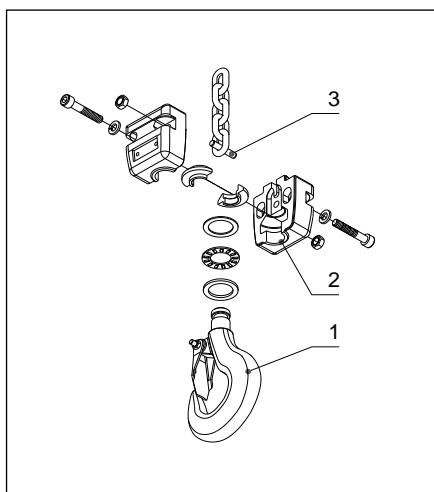

Abb. 20
2-strängiger Betrieb: Lastseitiges Kettenende mit dem Kettenhalter (3) verbinden und in der Führungsschiene des Gehäuses fixieren. Unterflasche (1) mit Lasthaken (2) gemäß Abb. 20 montieren.
Richtige Anordnung der Aufhängung beachten (siehe Abb. 20).